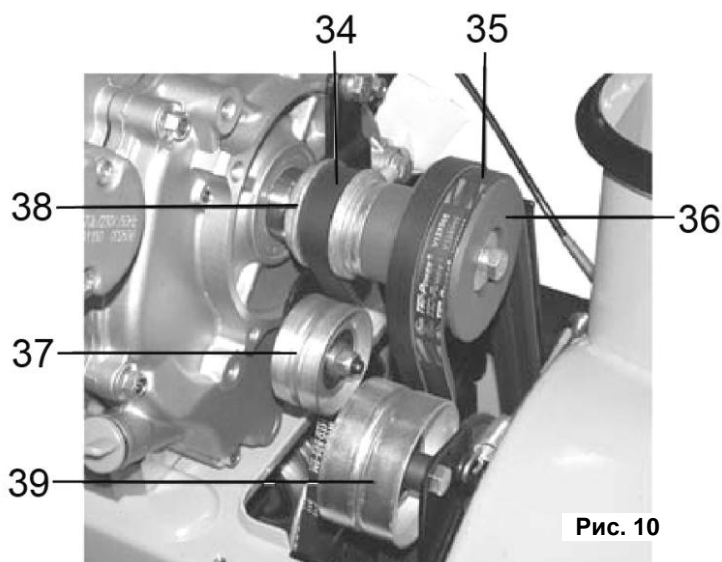

Рис. 10
- Ремни должны быть установлены без перекосов. Натяжение ремней (34; 35) происходит путем регулировки хода натяжных роликов (36;37;38;39)(См. Рис.10).